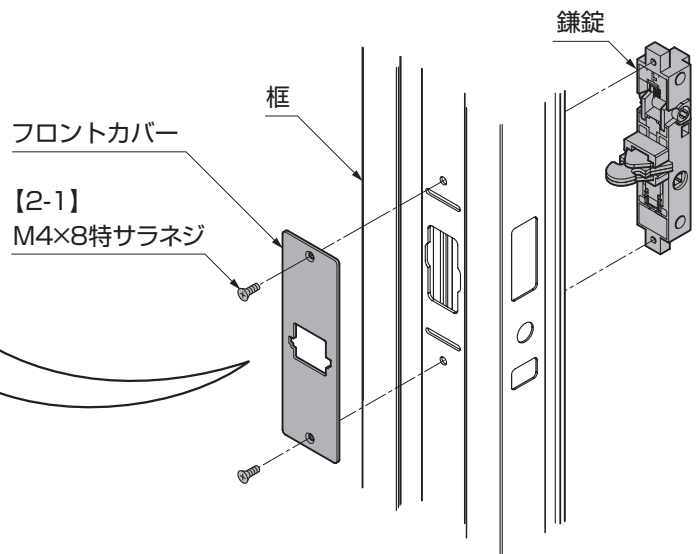

図3-10
① 錠掛け側の框に、鎌錠を差込み、フロントカバーで框を挟み込むようにして【2-1】で仮固定してください。(図3-10参照)
(2) ハンドルの勝手変更 ※必要な場合のみ実施